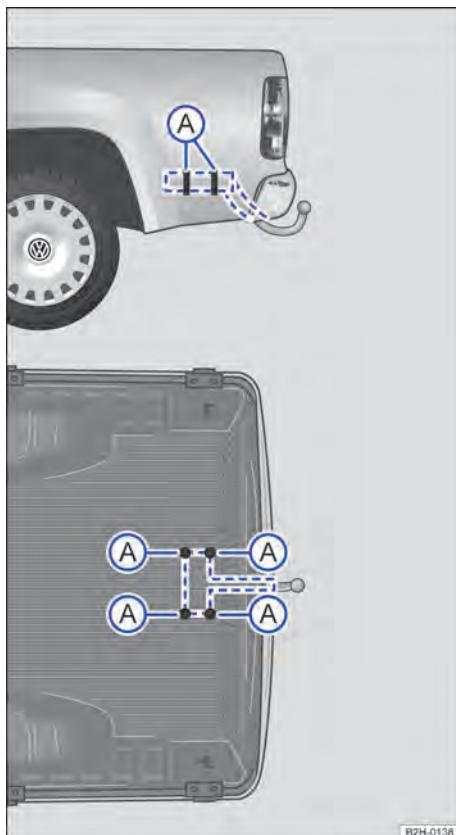

Fig. 133 Veículos com para-choque: pontos de fixação para a instalação posterior de um dispositivo de reboque.
- Fig. 133 A (veículos com para-choque).